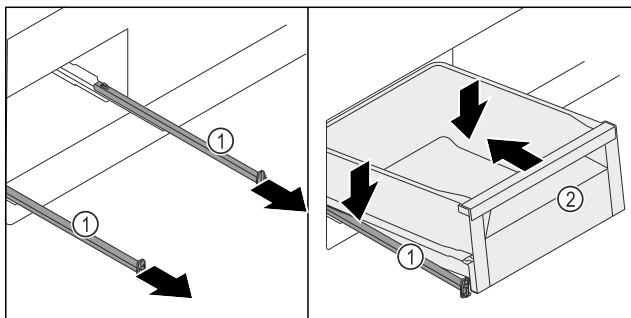

Fig. 124
- Wyciągnąć szyny Fig. 124 (1).
- Przytrzymać szyny Fig. 124 (1), a szufladę Fig. 124 (2) umieścić po skosie i od góry na szynach Fig. 124 (1).
- Szufladę Fig. 124 (2) przesunąć na szynach Fig. 124 (1) w tył aż do oporu.